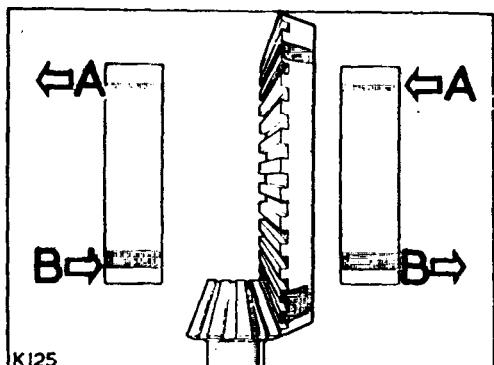

Fig. E1-63.- Ajuste del juego entre dientes del piñón y corona.
6.18.- Con un micrómetro de esfera, se comprobará el juego entre dientes de la corona y piñón de ataque, el cual debe estar comprendido entre 0,008" y 0,010" (0,20 y 0,25 mm.). Cuando sea necesario, el ajuste se hará aflojando y apretando alternativamente las tuercas con muescas (Fig. E1-63) hasta conseguir el juego correcto.